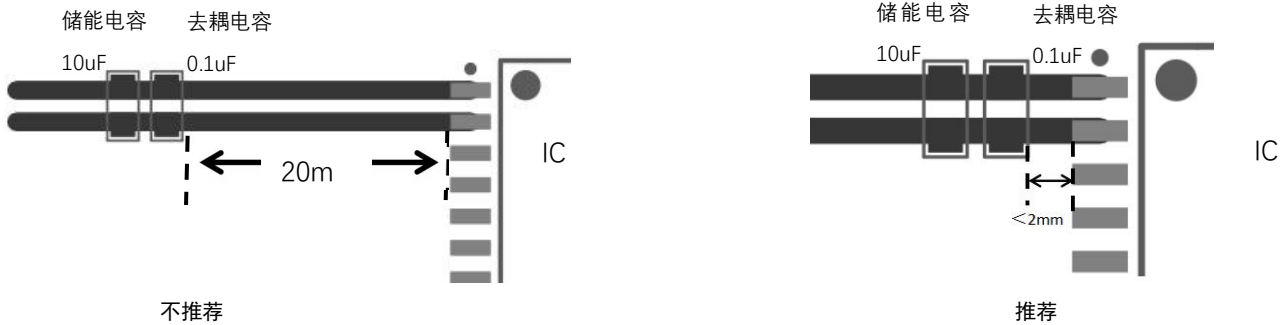

图 10-1
1、VCC 与 GND1、VISO 与 GND2 的去耦电容及储能电容应尽可能摆放在靠近芯片引脚的位置，以减少环路面积和 PCB 走线的寄生电感。一般应控制在  $2\text{mm}$  以内。去耦电容放在靠近芯片的位置，储能电容放在外侧。如下图 10-1 所示。